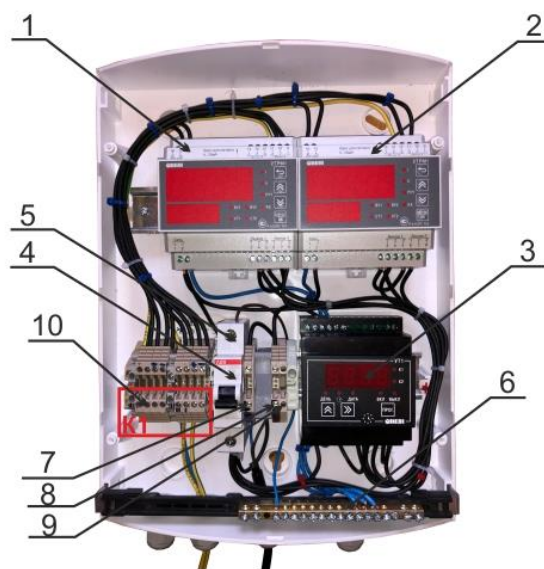

Рис.1 Устройство ШУ.
1.3.1. Устройство ШУ показано на рис. 1. ШУ представляет собой навесной пластиковый шкаф, в котором на DIN-рейках установлены измеритель-регулятор температуры 1 для двухступенчатого регулирования дневной температуры 2ТРМ1(Д), измеритель-регулятор температуры 2 для двухпозиционного регулирования ночной температуры 2ТРМ1(Н), 2-х канальный таймер 3 реального времени УТ1, автоматический выключатель 4, клемма 5 (фаза L) подвода питания 220 В, 50 Гц от внешнего источника к автоматическому выключателю 4, клеммник 6 (нулевая шина N), клемма 7 для подключения 1-й ступени L1 ГИИ, клемма 8 для подключения 2-й ступени S3 ГИИ, клемма 9 (РЕ) заземления и клеммник К1.
2.1.2.4. Для защиты входов прибора от влияния промышленных электромагнитных помех следует соединить экранирующую оплетку кабеля МКЭШ 3×0,5 с клеммой 9 (как показано на рис.1), которая должна быть подключена к контакту функционального заземления (FE) в электрическом распределительном щите.
2.1.2.5. Подключите клемму 5 автоматического выключателя 4 к источнику питания 220 В частотой 50 Гц в соответствии со схемой на рис. 1.